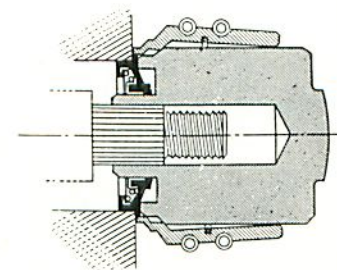
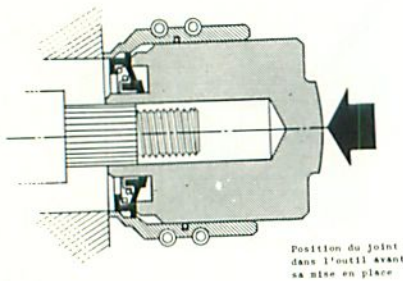

Figure BV 54.
Figure BV 56.
comme l'indique la figure BV 56. Engager le poussoir (2) à fond à la main et présenter l'ensemble sur la queue du planétaire, qui sert de centrage. Avec un maillet, chasser le poussoir jusqu'à la mise en place complète de la bague (fig. BV 54). Déposer le mandrin.